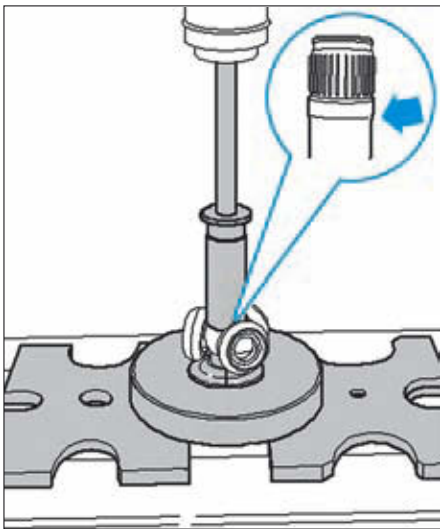

FIG. 10
- Monter le tripode à la presse sur l'arbre en tenant compte des repères préalablement fait au démontage et enfoncer l'ensemble jusqu'en butée (Fig.10).